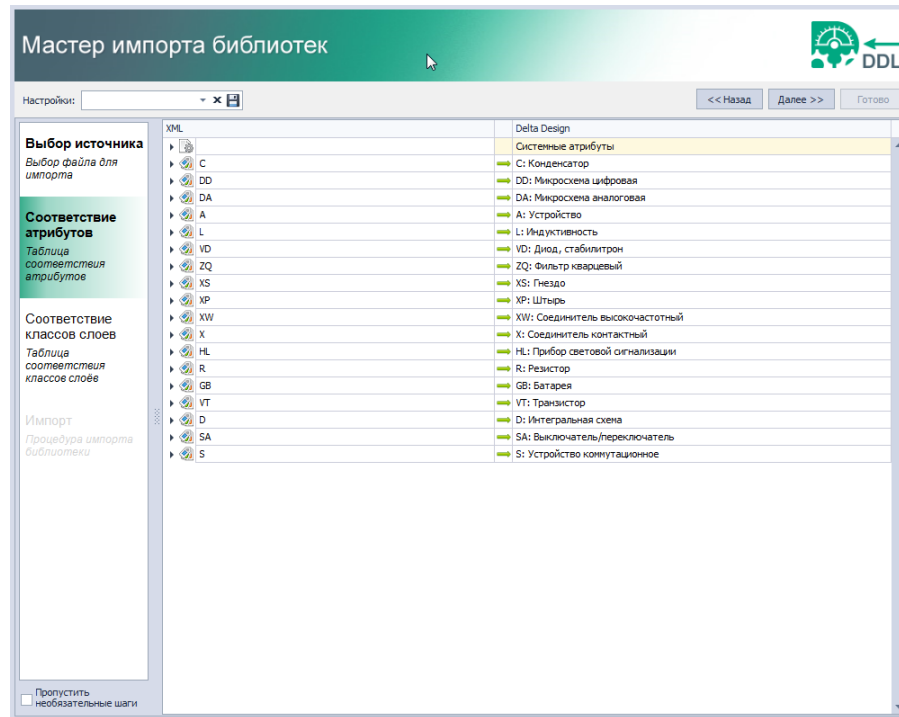

Рис. 20 Сопоставление атрибутов при импорте
4. Укажите соответствие атрибутов и семейств в следующем окне мастера, см. Рис. 20. В левом столбце указываются код семейств, которые содержатся в импортируемом файле библиотеки. В правом столбце можно указать необходимость импорта семейства, и осуществить сопоставление импортируемого семейства с тем, которое присутствует в системе.